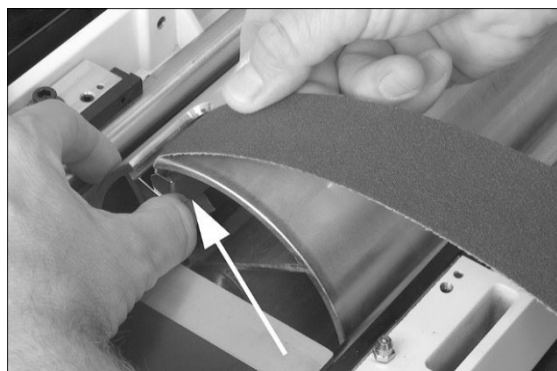

Figure 6-7
1. Appuyez le levier de fixation (Figure 6-7) sur l'extrémité extérieur (gauche) du cylindre et insérez l'extrémité de l'abrasif à travers la fente de la fixation. Insérez environ 75 mm de la bande abrasive dans la fixation. Alignez le bord biseauté de la bande abrasive sur le bord gauche du cylindre.